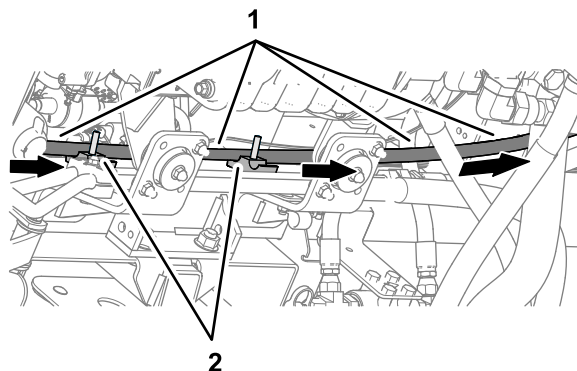

Bild 125
1. Verlegen Sie den Hydraulikpumpenschlauch 10 x 2921 mm (EHI-Lenkventilanschluss PT) mit dem 45°-Anschlussstück in die obere Nut der Schlauchklemmenhälfte an der oberen Position (**Bild 125**).